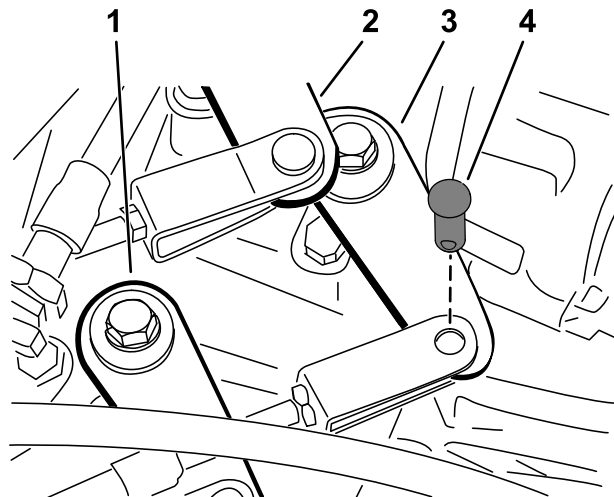

Figure 45
2. Enlevez les axes de chape qui fixent les câbles aux bras sélecteurs de la boîte-pont (Figure 45).
1. Enlevez l'axe de chape qui fixe le câble de gamme haute/basse à la boîte-pont (Figure 45).